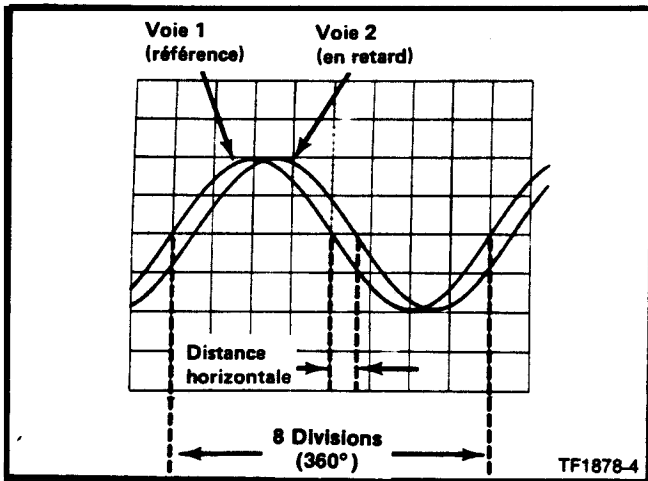
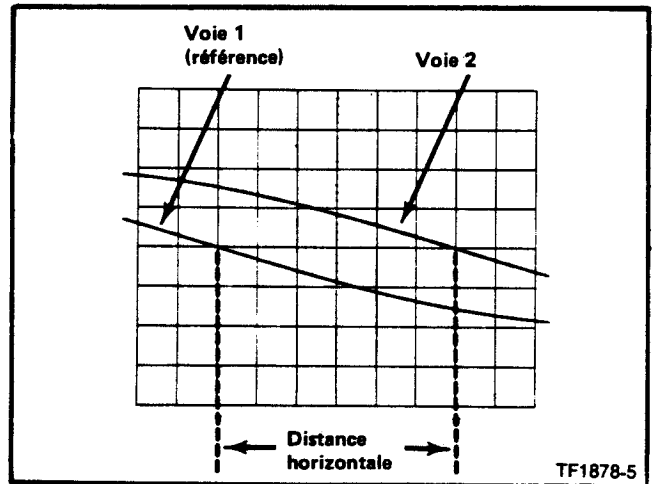

Fig. 2-8. Mesure de déphasage.
Fig. 2-9. Mesure de déphasage de haute résolution par augmentation de la vitesse de balayage.
9. Tourner la commande variable CAL SECONDS/DIV jusqu'à ce qu'un cycle du signal de référence (voie 1) occupe exactement 8 divisions sur l'axe horizontal (voir Fig. 2-8). entre la deuxième et la dixième ligne verticale du réticule. Chaque division du réticule représente 45° ($360^\circ \div 8 \text{ divisions} = 45^\circ/\text{division}$). L'échelle horizontale peut donc être établie en degrés comme par exemple $45^\circ/\text{division}$.
Exemple : supposons que la distance horizontale soit de 0,6 division avec une échelle horizontale de $45^\circ/\text{div}$ comme le montre la figure 2-8, en utilisant la formule :
Exemple : si l'échelle horizontale est élargie dix fois, la valeur d'une division est $(45^\circ/\text{division}) \div 10 = 4,5^\circ/\text{div}$. La figure 2-9 représente le signal de la figure 2-8 élargi 10 fois. Si la différence horizontale est 6 divisions, le déphasage est :